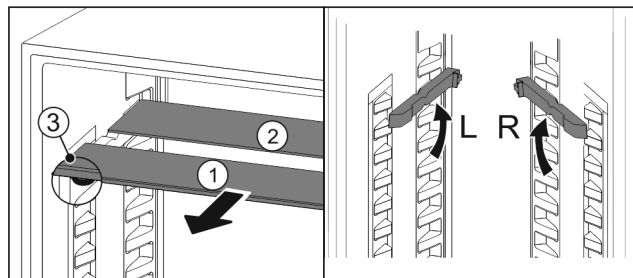

Fig. 87
- ▶ Extrageți Fig. 87 (1) pe rând plăcile de sticlă spre înainte.
- ▷ Placa de sticlă Fig. 87 (1) cu șipca decorativă se află în
- ▷ Opritoarele Fig. 87 (3) indică în jos.